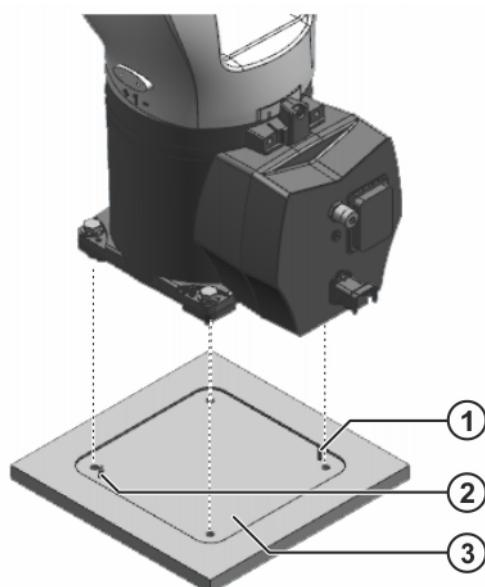

Abb. 7-5: Bodenroboter einbauen
1. Bolzen auf Beschädigung und festen Sitz prüfen (>>> Abb. 7-5).